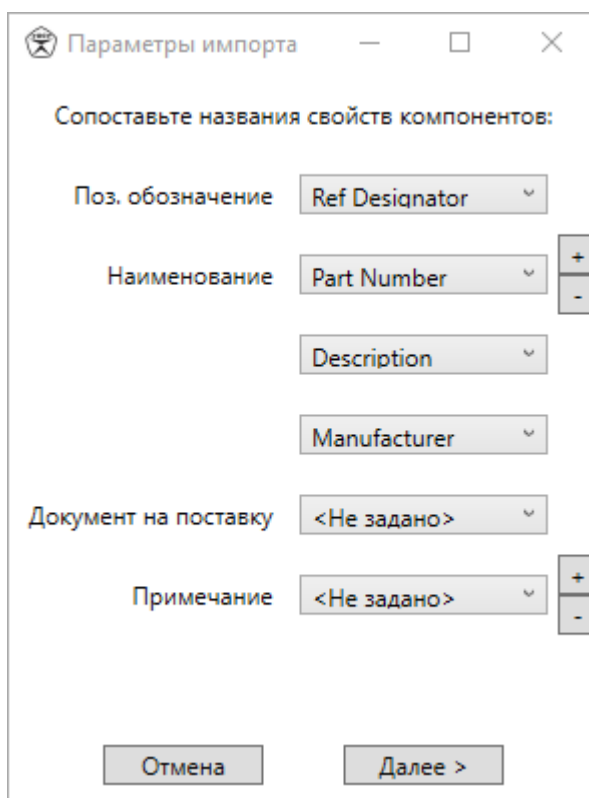

Рисунок 10
7) После этого загрузится импортированный список компонентов и откроется окно «Параметры импорта» (рисунок 10). На данном этапе можно нажать «Отмена», если требуется внести изменения в исходный список/основную надпись/перечень документов и т.д. (пункт 9) этого списка и далее), а затем нажать кнопку «Повторное форматирование» для формирования документации. В случае, если изменения не требуются, в окне